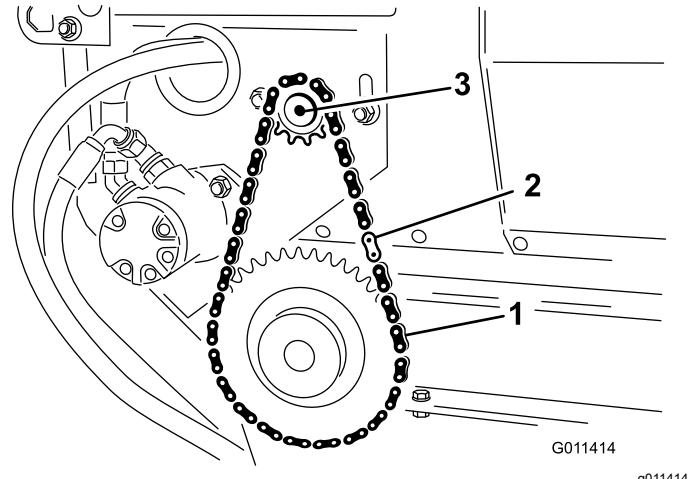

Figura 30
2. Retire o elo principal da correia e retire a correia da roda motora pequena (Figura 30).